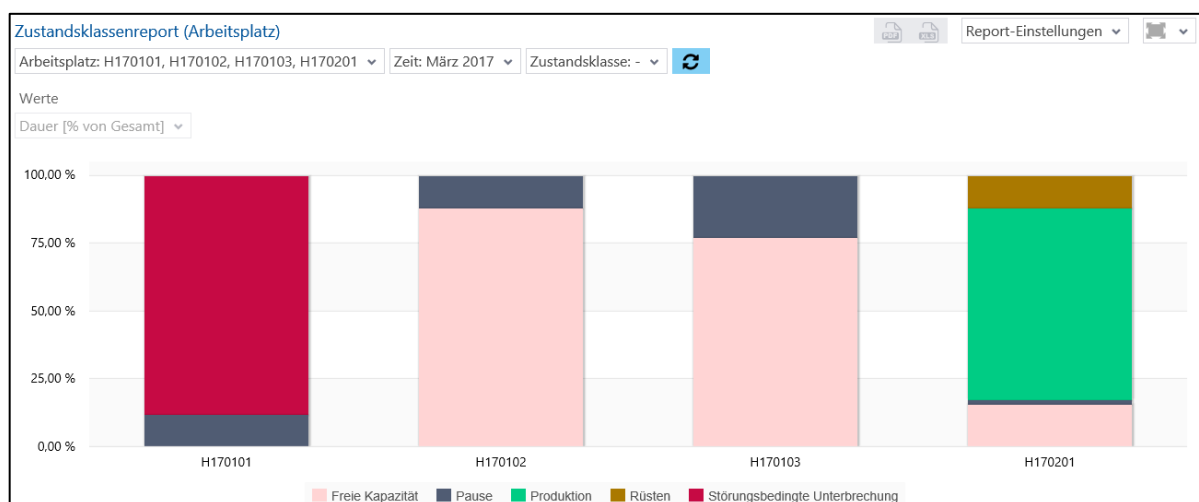

Bild 51: Zustandsklassenreport (Arbeitsplatz) als Säulendiagramm
- Zustandsklassenreport (Arbeitsplatz) als Säulendiagramm (Bild 51):